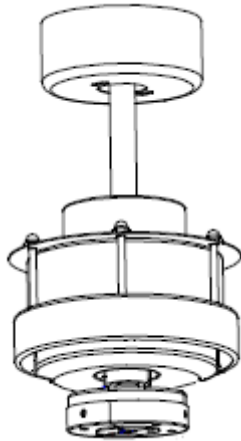

Fig. 4
- Plaats de motorunit op de montagebeugel. Fig. 4